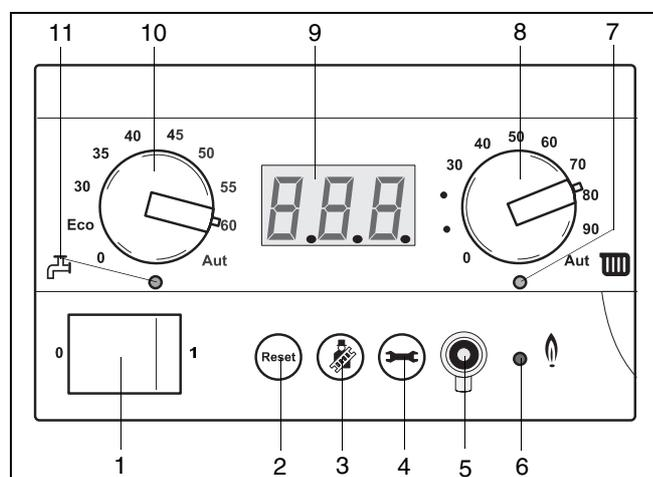

Fig. 22 BC10
Il LED si accende non appena il bruciatore dell'apparecchio entra in servizio (fig. 22, pos. 6).
**Regolazione della temperatura di mandata (fig. 22, pos. 8)**
Se l'apparecchio è in funzione nella modalità operativa di riscaldamento, il LED "esercizio riscaldamento" (fig. 22, pos. 7), sito sotto la manopola girevole, è illuminato insieme con il LED "bruciatore acceso" (fig. 22, pos. 6).
**Regolazione della temperatura dell'acqua sanitaria (fig. 22, pos. 10)**
Se l'apparecchio è in servizio per la produzione di acqua sanitaria, il LED "esercizio acqua sanitaria" (fig. 22, pos. 11) sito sotto la manopola girevole si accende insieme con il LED "bruciatore acceso" (fig. 22, pos. 6).
Se l'apparecchio viene utilizzato come riscaldatore aggiuntivo di un accumulatore solare, non è possibile regolare la temperatura con la manopola di regolazione (fig. 22, pos. 10) ad un valore inferiore a 60 °C per non incorrere nel rischio di formazione di batteri della legionella. Inoltre, in suddette circostanze è opportuno non spegnere l'apparecchio.
- Togliere la tensione di alimentazione dall'impianto, posizionando l'interruttore di rete su "0" (fig. 22, pos. 1).